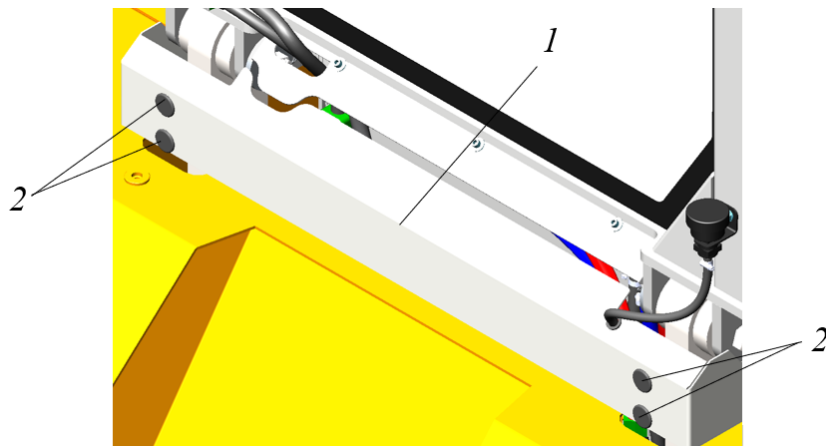

Рисунок 1. Демонтаж заднего щитка
- ▶ Извлечь 4 заглушки поз. 2, выкрутить 4 болта М10 с шайбами, демонтировать задний щиток 1 (см. рис. 1).